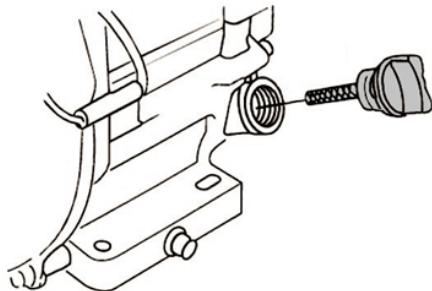

Рис. 26 Крышка-щуп маслозаливной горловины
2. Открутите крышку-щуп маслозаливной горловины и извлеките щуп (Рис. 26).